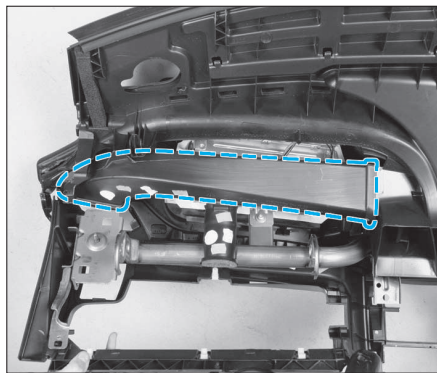

FIG. 8
• Déposer le conduit d'air en le dégrafant de sa patte de fixation et à chaque extrémité (Fig.8).